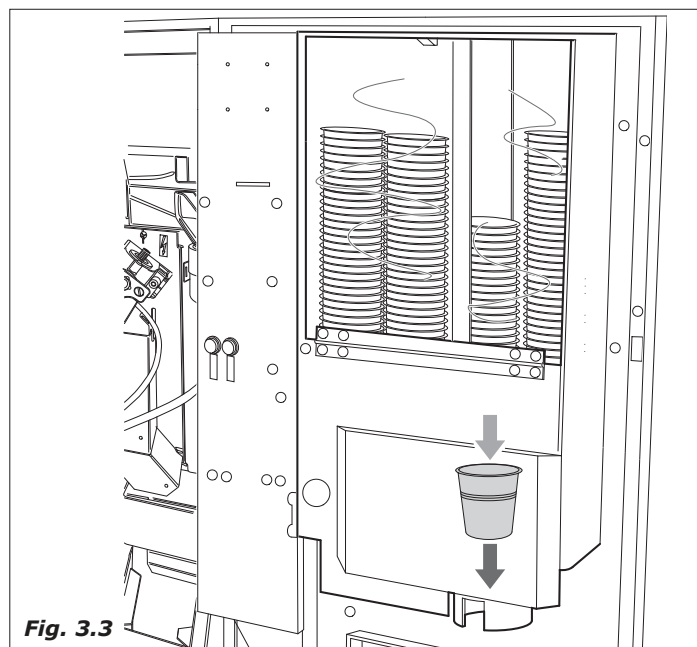

Fig. 3.3
- Le moteur à l'intérieur du "cup dispenser" déplace les vis d'Archimède pour séparer et faire tomber le gobelet dans la fourche opportune (Fig. 3.3).